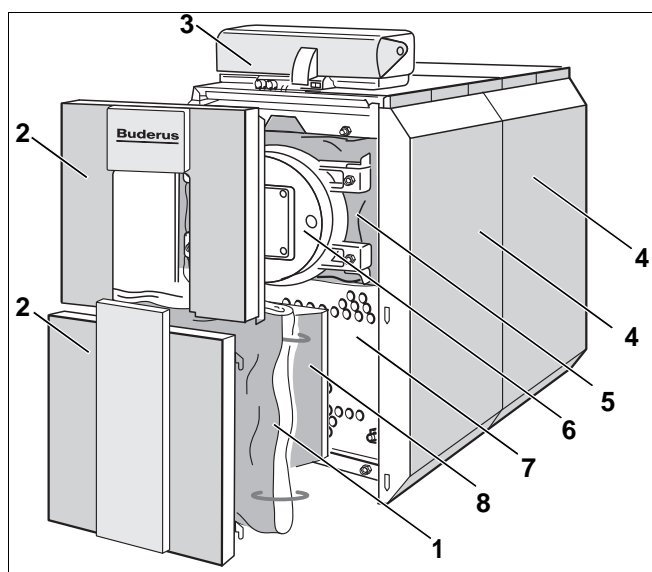

Рис. 1 Специальный газовый отопительный котел Logano plus SB615
Основные части специального газового отопительного котла Logano plus SB615 (рис. 1):
- Блок котла (рис. 1, **поз. 7**) с теплоизоляцией (рис. 1, **поз. 1** и **5**) и дверцей горелки (рис. 1, **поз. 6**). Тепло, производимое горелкой, передается в котловом блоке воде, циркулирующей в системе отопления. Дверца предназначена для крепления горелки и закрывания топочной камеры.
- Облицовка котла (рис. 1, **поз. 4**), теплоизоляция (рис. 1, **поз. 1** и **5**) и передние стенки (рис. 1, **поз. 2**). Облицовка котла и теплоизоляция препятствуют потерям энергии.
- Система управления (рис. 1, **поз. 3**). Система управления служит для контроля и управления всеми электрическими компонентами специального газового отопительного котла Logano plus SB615.